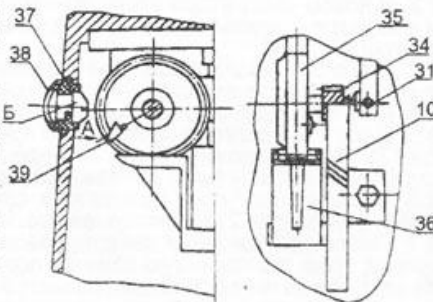

Рис. 3 Положение маслоуказателя и стойки
5.3. Смазка шестерен осуществляется за счет разбрызгивания масла из масляной ванны, а смазка ведущей пары — за счет захвата шестерней поз.35 (рис.3) масла из стойки поз.36 (рис.3).